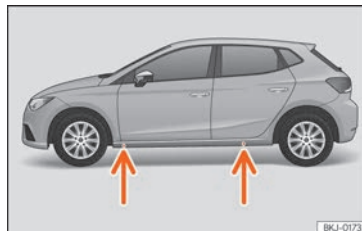

Fig. 76 Puntos de apoyo del gato.
- Busque en el larguero la marca del punto de apoyo del gato [zona hundida] más cercano a la rueda a cambiar »» fig. 76.